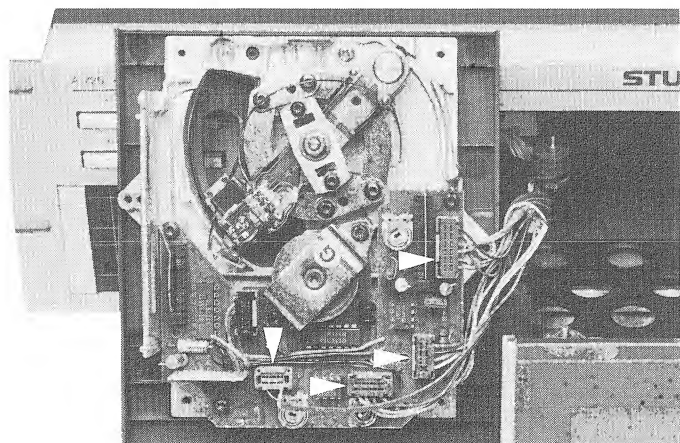

Fig. 2.5
- Défaire les quatre connexions (voir fig. 2.5).